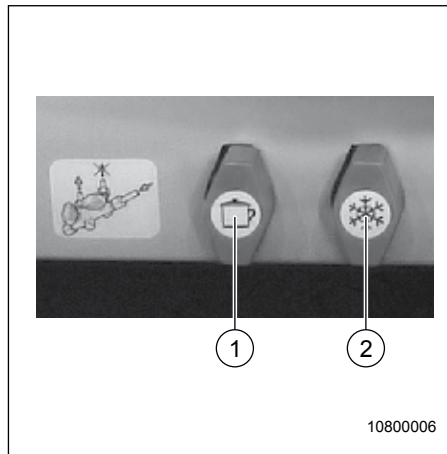

Fig. 51 Gasolavstängningsventil,
- Gasolavstängningsventilerna för spisen (Fig. 51, pos. 1) och kylskåpet (Fig. 51, pos. 2) är placerade under bänkskivan i köket.